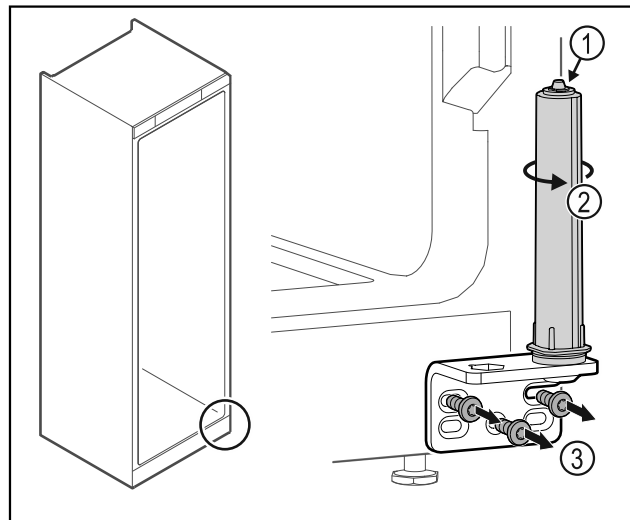

Fig. 30
- ▶ Μην αποσυναρμολογείτε το σύστημα κλεισίματος πόρτας Fig. 30 (1).
- ▶ Περιστρέψτε το σύστημα κλεισίματος Fig. 30 (2), μέχρι να κάνει κλικ.
- ▶ Ξεβιδώστε τη γωνία μεντεσέ Fig. 30 (3).